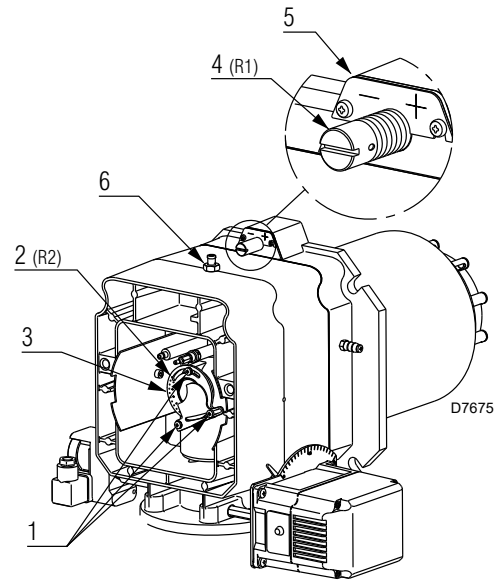
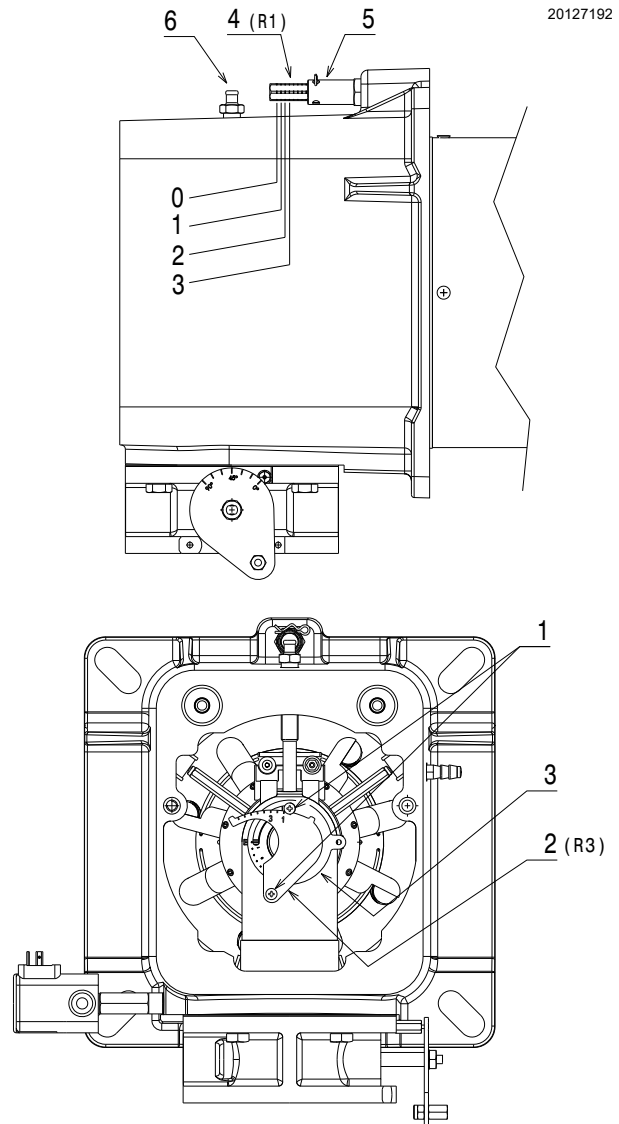

Abb. 18
Abb. 19
- Drehen Sie die Schraube 4) (Abb. 18 - Abb. 19), bis die ermittelte Kerbe mit der Vorderfläche 5) des Anschlusses übereinstimmt.
- Lockern Sie die 2 Schrauben 1) (Abb. 18) und drehen Sie die Nutmutter 2) bis die gefundene Kerbe mit der Schraube 1) übereinstimmt.